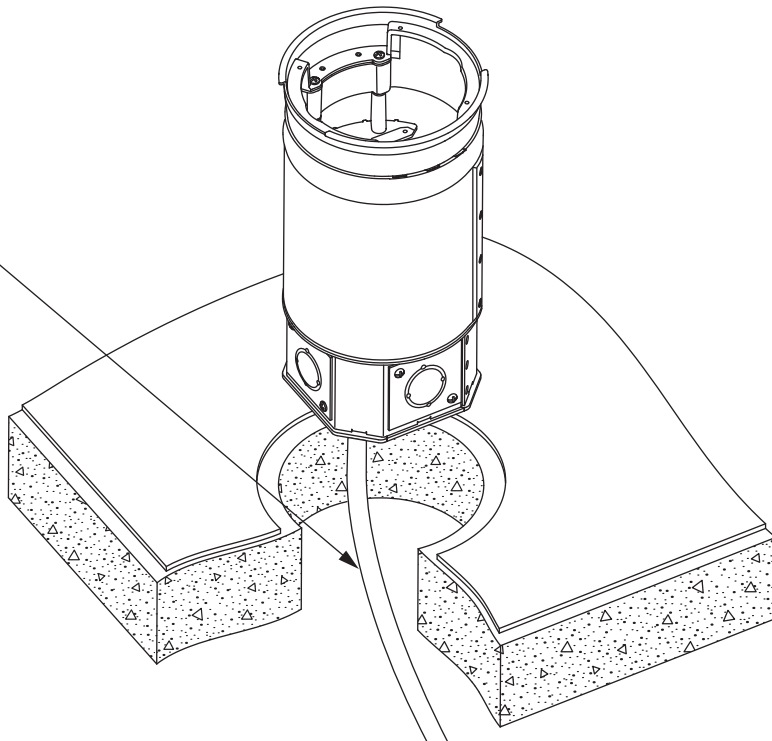

FIGURE 15
- 6.2 **IMPORTANT :** Si on utilise un conduit souple, les connexions peuvent être effectuées avant d'insérer la boîte encastrable dans le trou. Les conduits flexibles **DOIVENT** être connectés au fond de la boîte de jonction (voir la figure 15).